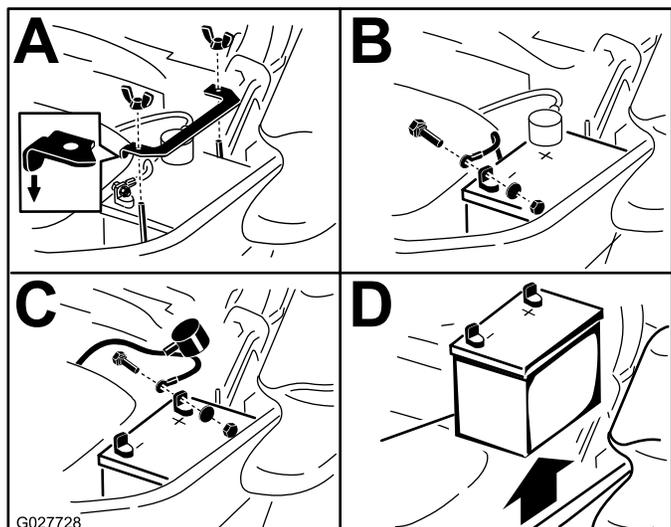

Figura 62
3. Primero desconecte el cable negativo (negro) del borne negativo (-) (negro) de la batería (Figura 62).
4. Retire la cubierta de goma roja del borne positivo (rojo) de la batería y retire el cable positivo (+) (rojo) (Figura 62).
5. Retire la tuerca de orejeta que sujeta la abrazadera de la batería (Figura 62).
6. Retire la abrazadera (Figura 62).
1. Coloque la batería en la bandeja, con los bornes frente al depósito de aceite hidráulico (Figura 62).
4. Fije los cables con 2 pernos, 2 arandelas, y 2 contratuercas (Figura 62).
6. Instale la abrazadera y sujétela con la tuerca de orejeta (Figura 62).